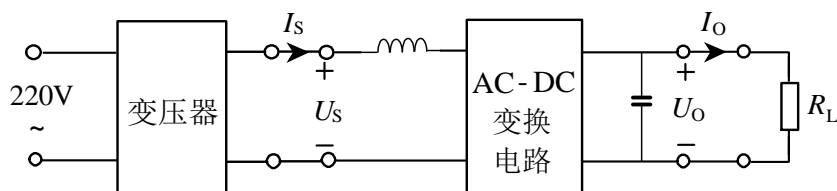

图 1 单相 AC-DC 变换电路原理框图
设计并制作如图 1 所示的单相 AC-DC 变换电路。输出直流电压稳定在 36V，输出电流额定值为 2A。
1. 图 1 中的变压器由自耦变压器和隔离变压器构成。
3. 本题定义：(1) 负载调整率 $S_I = \left| \frac{U_{o2} - U_{o1}}{U_{o1}} \right| \times 100\%$ ，其中 U_{o1} 为 $I_o=0.2A$ 时的直流输出电压， U_{o2} 为 $I_o=2.0A$ 时的直流输出电压；(2) 电压调整率 $S_U = \left| \frac{U_{o2} - U_{o1}}{36} \right| \times 100\%$ ， U_{o1} 为 $U_s=20V$ 时的直流输出电压， U_{o2} 为 $U_s=30V$ 时的直流输出电压。
6. 制作时须考虑测试方便，合理设置测试点，参考图 1。